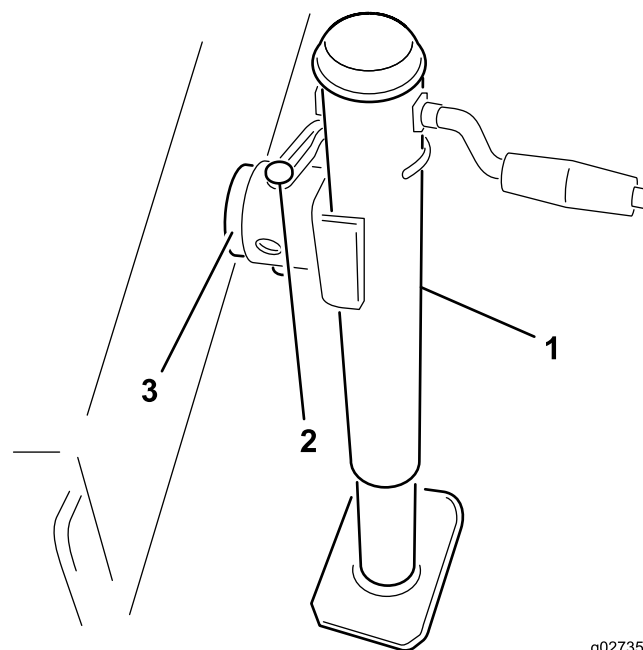

Figura 2
2. Inserite il cavalletto sul perno del telaio e fissatelo con il perno (Figura 2).